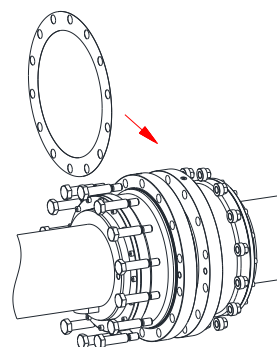

Fig. 39
- Insérer le joint plat (composant 5) et visser les manchons à l'aide des vis calibrées six pans (composant 3) et des écrous (composant 4) en respectant les couples de serrage mentionnés (voir tableau 6) (voir fig. 39).